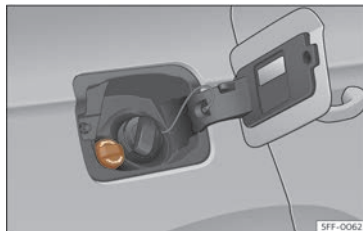

Abb. 212 Verschlussdeckel des AdBlue®-Tanks.
- Öffnen Sie die Tankklappe >>> (Abb. 212).
- Verschlussdeckel des SCR-Einfüllstutzens nach links drehen >>> (Abb. 212).